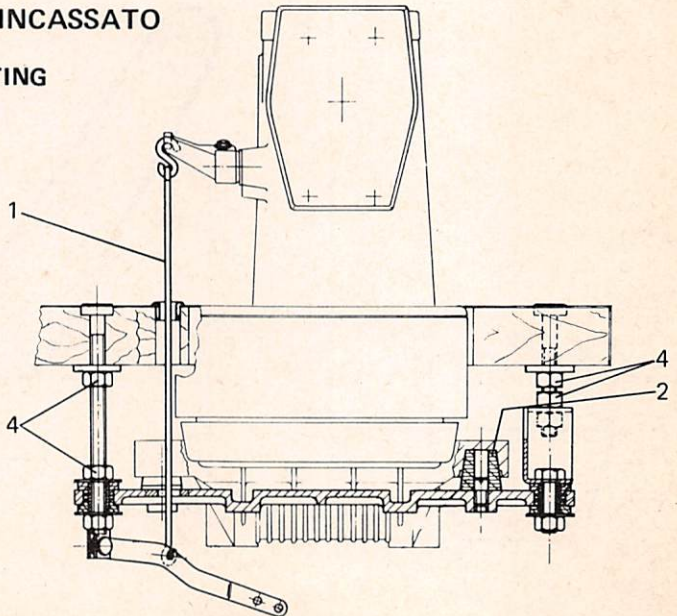

Fig. 1
2. piazzare la macchina sul bancale, centrando le sedi coniche ricavate nelle orecchiette della bacinella sui quattro tamponi ammortizzatori 2 (fig. 1).
3. Collegare il tirante 1 (fig. 1) alla leva alza piedino della macchina
6. Livellare la testa della macchina affinché la cinghia si trovi sul piano normale agli assi delle pulegge e al centro delle loro gole. Per l'operazione di livellamento, quando la testa è piazzata fuori tavola, agire sui perni sostegno testa 3 (fig. 1), avendo cura di bloccare successivamente gli appositi dadi. Per la stessa operazione, quando la testa è piazzata a filo tavola, agire sui dadi 4 (fig. 1) dei bulloni che portano la piastra e la staffa.
2. Place the machine on the stand, centering the conical housings of the sump lugs on the four shock absorbers 2 (fig. 1).
3. Connect stay-rod 1 (fig. 1) to machine presser foot lifter lever.
6. Level the machine head so that the belt is perpendicular to the pulley axes and thus centered in their races. For the levelling operation when the head is set outside the table, adjust the head support pins 3 (fig. 1), making sure to lock them again afterwards with the relative nuts. For the same operation when the head is set level with the table, adjust nuts 4 (fig. 1) of bolts holding plate and bracket.